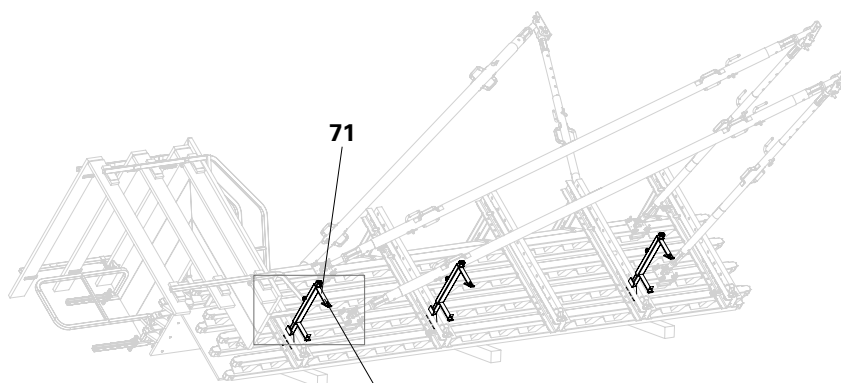
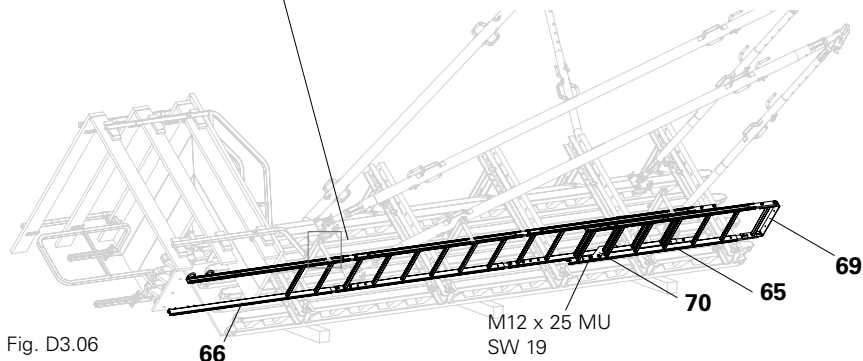

Fig. D3.05
Fig. D3.06
1. Posizionare il collegamento alla scala VARIO (71) sul telaio e fissarlo con bulloni nel puntone dell'elemento. (Fig. D3.05)
3. Collegare le scale d'accesso 180/2 (66) con le scale 180/6 (65), M12 x 25 MU, SW 19. A seconda dell'altezza montare altre scale 180/6.
4. Montare la base delle scale (69) e i ganci per le scale (70) nella scala più bassa, SW 19. (Fig. D3.06)